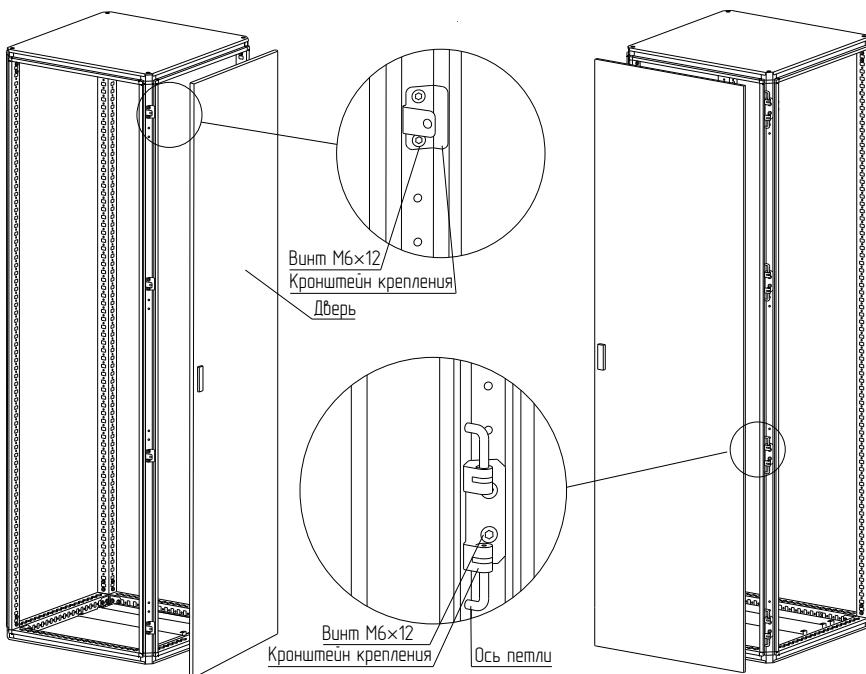

Рисунок 22
4.11.2 Закрепите петли на каркасе на левой или правой стойке. На рисунке для примера изображено правое крепление петель (Рисунок 22). Для крепления использовать винты M6×12. Момент затяжки – 7 Н·м.